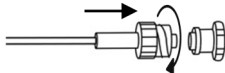

Figura 2
3. Conecte una línea separada de muestreo del gas (conector luer macho) al monitor del gas respiratorio, como se muestra en la Figura 2.